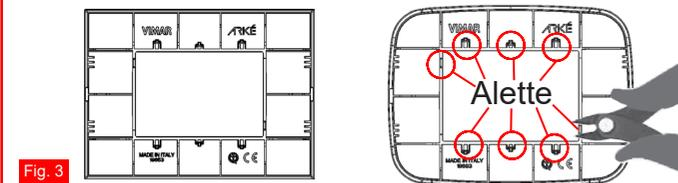

Fig. 3
N.B. Per il montaggio delle placche VIMAR serie ARKE' Classic e ARKE' Round nelle versioni (Color-Tech e Tecno-Basic) eliminare con un tronchese le 8 Alette presenti sul retro delle placche ARKE' come da figura sottostante (Fig.3).